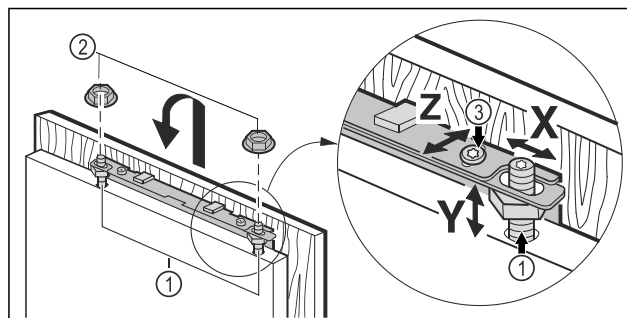

Fig. 20
- Agganciare la porta del mobile sui bulloni di registrazione Fig. 20 (1) e avvitare i controdadi Fig. 20 (2), senza serrarli, sui bulloni di registrazione.
- Allineare la porta del mobile all'altezza **Y** e all'inclinazione laterale: Regolare i bulloni di registrazione Fig. 20 (1) con un cacciavite.
- Serrare Fig. 20 (3) i controdati.